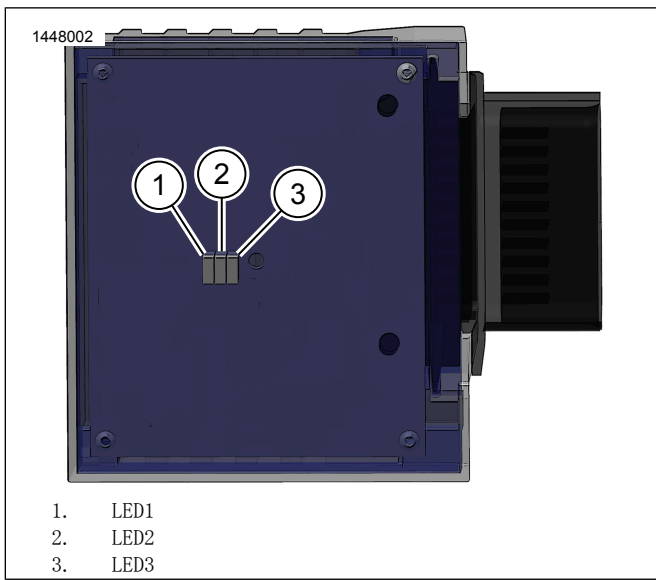

图4。RIOLED
- 参见图4。RIO-ESC 包含座椅背面暴露出的三个LED：从座椅底座上松开RIO-ESC，可轻易看到这些。如果切割，必须更换RIO-ESC 线束上的线缆扎带。
- b. 请参阅图4和表3，以了解事件代码的详细信息。多个事件是相互关联的。